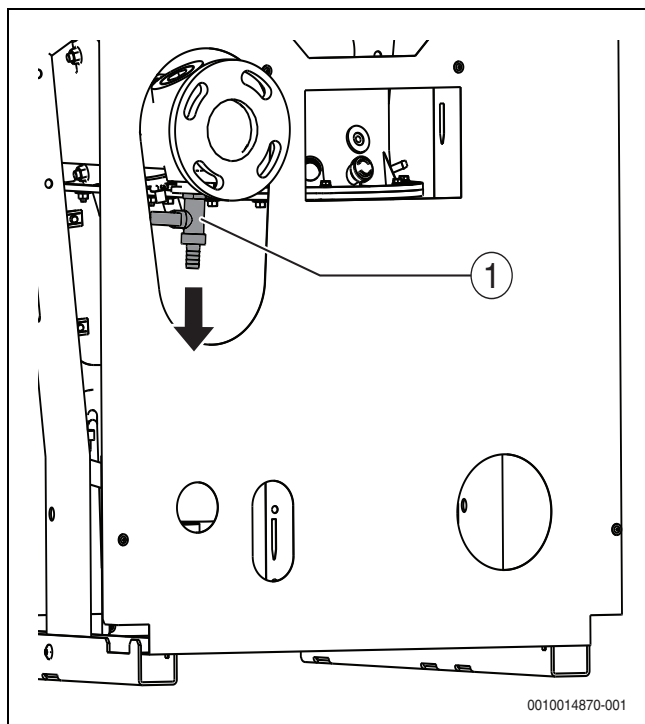

Рис. 16 Демонтаж сливного крана (показан котёл с фланцевыми соединениями, правое исполнение)
- ▶ Демонтируйте сливной кран на обратной линии (→ Рис. 16)